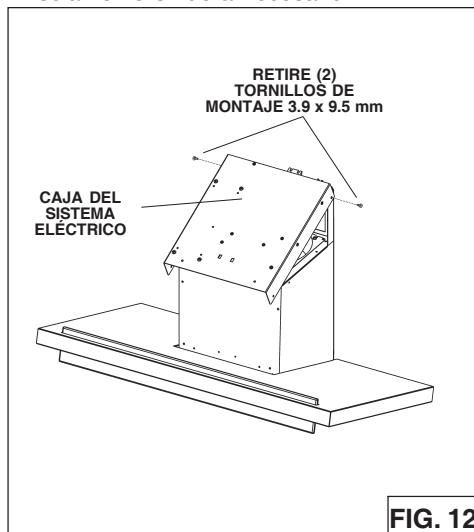
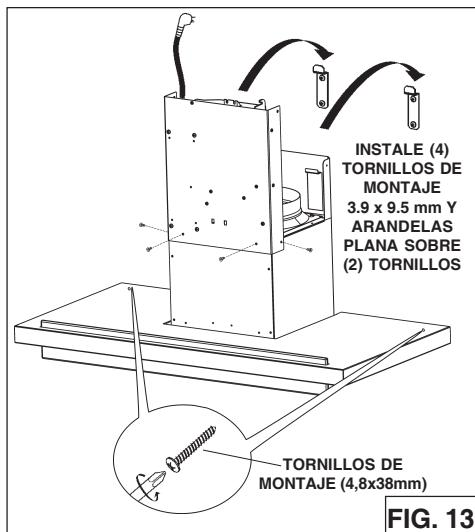

FIG. 12
FIG. 13
1. Retire la caja del sistema eléctrico del bastidor de la chimenea quitando (2) tornillos de 3.9 x 9.5 mm. Fig. 12.
2. Fije la caja del sistema eléctrico al bastidor usando (2) tornillos de 3.9 x 9.5 mm que quitó en el Paso 1 y (2) tornillos de 3.9 x 9.5 mm y (2) arandelas planas de la bolsa de herramientas.
3. Instale la campana en los soportes de montaje de pared. Fig. 13. Ajuste los tornillos de nivelación en los soportes de montaje para nivelar la campana con el piso.
4. Marque e instale (2) tornillos adicionales, tal como se ilustra. Use taqueta para panel de yeso solamente si fuera necesario.